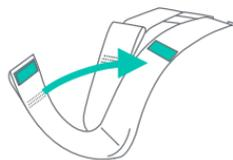

Fig. 33-2
12. Doble la correa sobre la placa de metal y asegúrela con el cierre de velcro (Fig. 33-2).